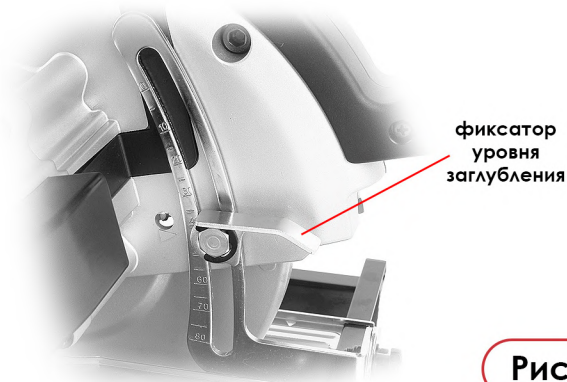

Рис.2
1. Поднимите рычаг фиксатора глубины реза (Рис. 2).